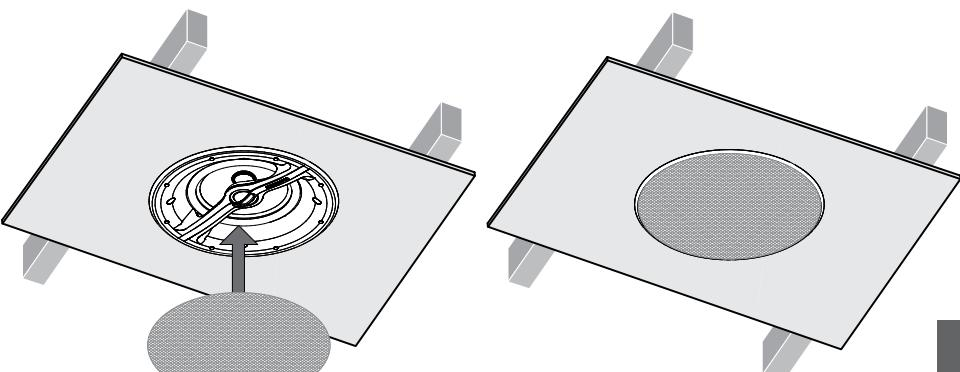

図5
4.5 ここでグリルを取り付けることができます。グリルはマグネット式ですので、フレーム・フランジの溝に合わせ、カチッという音がすれば取り付け完了です。グリルの止め方は図5をご覧ください。